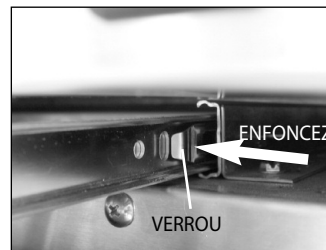

Fig. 15
- Enfoncez les verrous sur les côtés des glissières tout en tirant le ramasse-gouttes (Fig. 15).